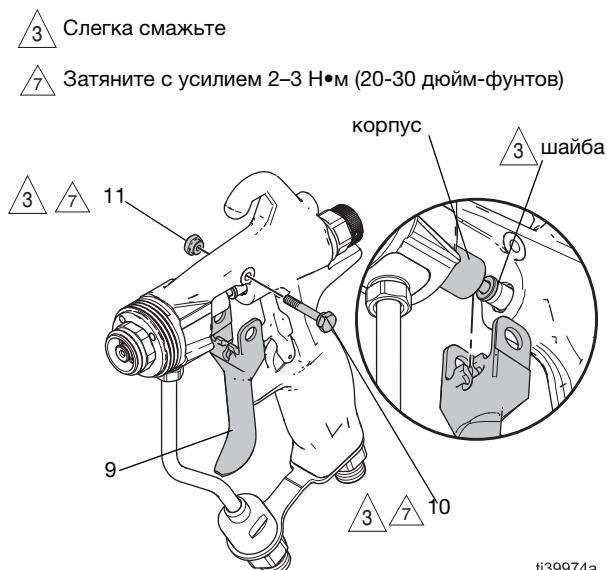

Рис. 44: Установка курка
Очистите поверхность U-образного уплотнения рукоятки краскораспылителя	Процедура очистки , стр. 22. См. Рис. 44, стр. 30
- Закрутите картридж на 1-2 оборота в корпус краскораспылителя, чтобы курок в сборе (9) мог быть установлен между шайбой и корпусом. См. Рис. 44: Установка курка, стр. 30.
- Установите курок (9), стержень курка (11) и гайку курка(10) перед шайбой. См. раздел **Установка курка**, стр. 30.